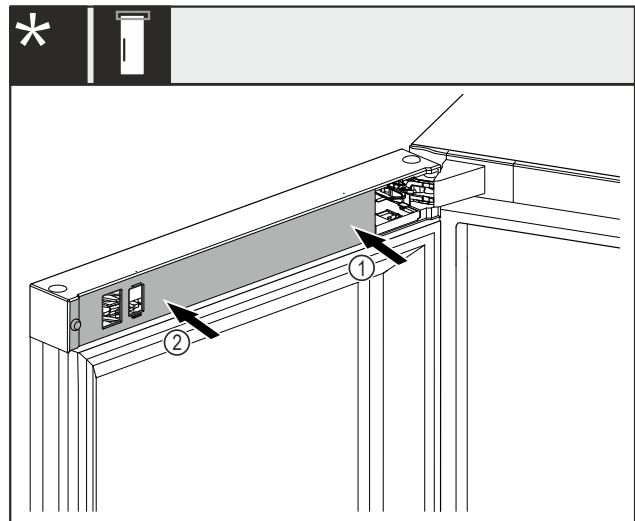

Fig. 41 \*
- ▶ Abdeckung *Fig. 41 (1)* zuerst an der Lagerbockseite aufsetzen und einrasten.\*
- ▶ Abdeckung *Fig. 41 (2)* an der Aussenseite aufsetzen und einrasten.\*